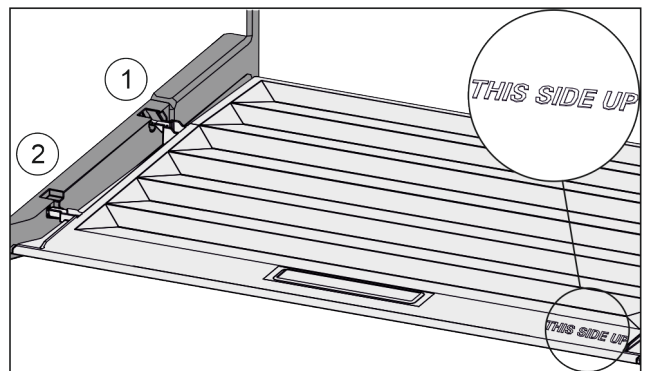

Fig. 39
- Introduire les rainures du couvercle par l'orifice du support arrière Fig. 39 (1) et les enclencher à l'avant dans le support Fig. 39 (2).